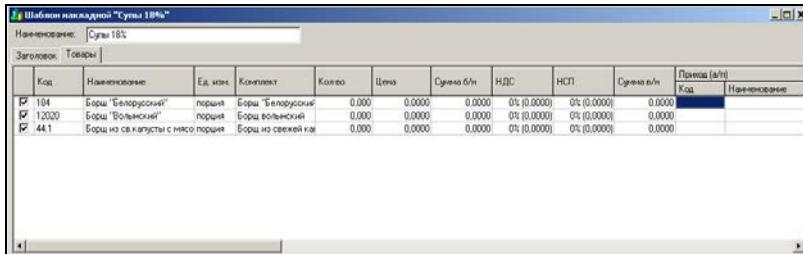

Рис. 392
2. В открывшийся шаблон (см. Рис. 392) необходимо ввести следующие данные: